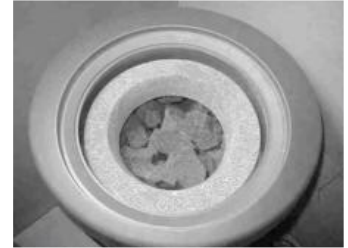

Bild 2
- Sätt först den nedre isoleringsringen på plats (se bild 2).